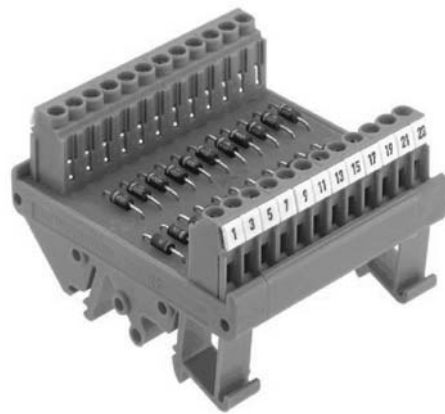

Abb. 3.1 Dioden-Gatterbaustein zum Einsatz in Steuerungssystemen (Weidmüller)
- Klammerschaltungen (Abb. 3.1) sollen Signale auf einen bestimmten Bezugspegel beziehen.